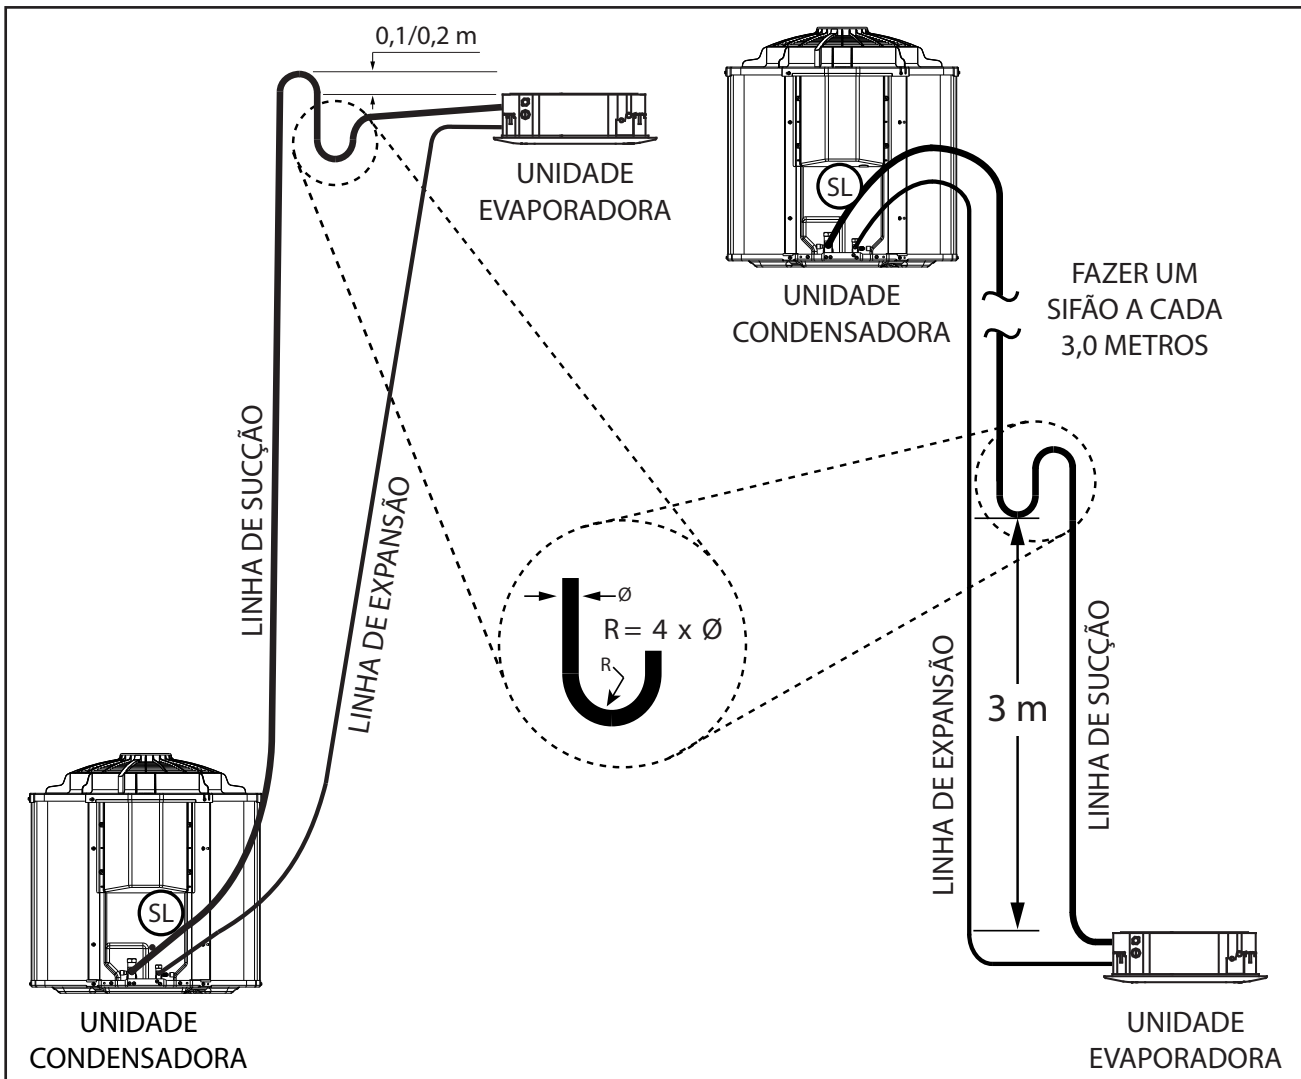

FIG. 45 - INSTALAÇÃO LINHAS DE INTERLIGAÇÃO
- 1º Elevar a linha de sucção acima da unidade evaporadora antes de ir para a unidade condensadora 0,2 metros, quando a evaporadora estiver acima ou no mesmo nível da condensadora. (Fig. 45)
- 2º Quando a unidade condensadora estiver em um nível superior ao da unidade evaporadora, fazer sifões nas subidas da linha de sucção a cada 3,0 m, considerando desde a saída da evaporadora. (Fig. 45)